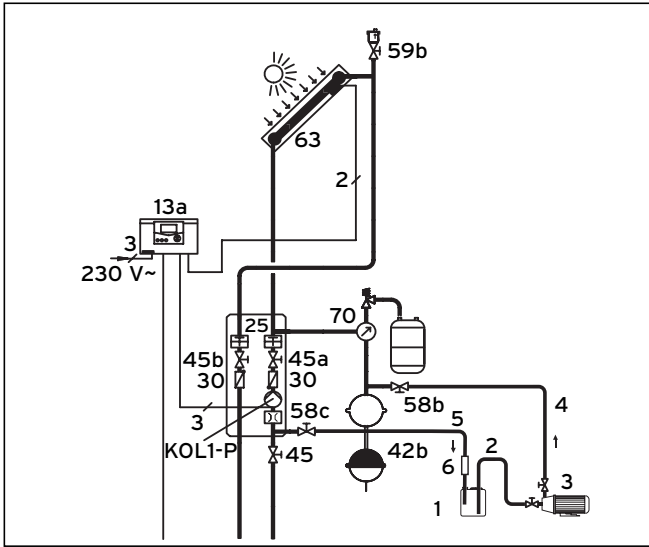

Fig. 10.1 Conexión del dispositivo de llenado (instalación A)
La bomba de llenado (3) aspira el líquido solar a través de la manguera de aspiración (2) desde el bidón (1) y lo bombea a través de la manguera de presión (4) al circuito solar, véase fig. 10.1.